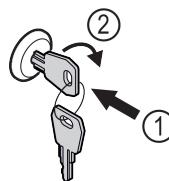

Fig. 127
- ▶ Shtyni çelësin brenda Fig. 127 (1).
- ▶ Rrotulloni çelësin me 90° në drejtimin orar Fig. 127 (2).